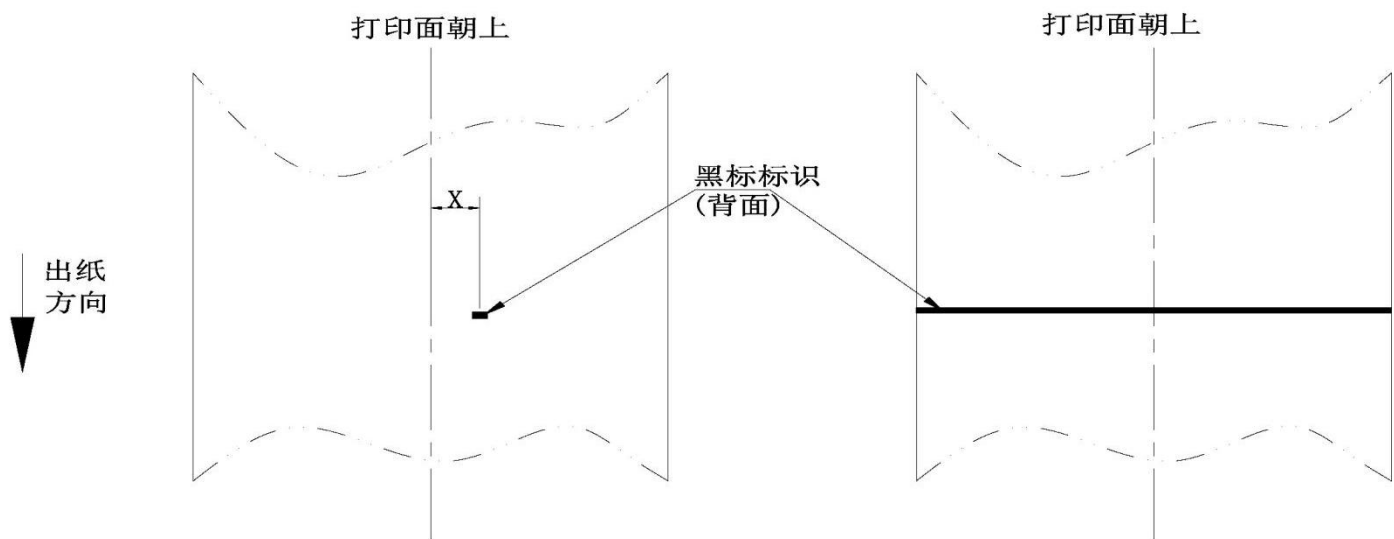

图 1-1-1
- 3) 黑标热敏纸：黑标标识建议贯穿整张纸张宽度或者黑标标识中心距纸张宽度方向中心位置 20.5~22.5mm 处。如下图 1-1-1。